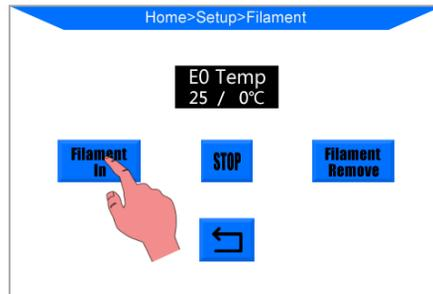

Imagen 30
2. Después de que el precalentamiento termine, haga clic en la pantalla principal "Tools" --> "Filament" --> "Filament in" (**Imagen 30**). El motor del extrusor comenzará a introducir el filamento en el extremo caliente. Puede haber un exceso de filamento derretido en la boquilla a alta temperatura, use pinzas para retirarlo cuidadosamente de la punta de la boquilla antes de imprimir.